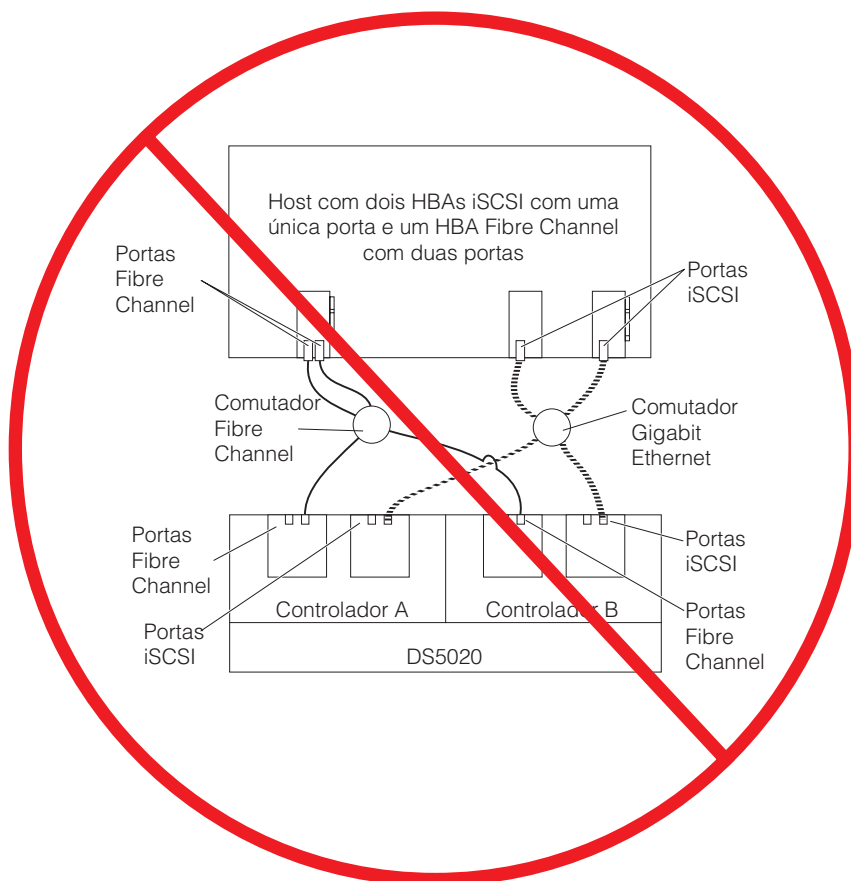

Figura 64. Exemplo de uma configuração incorreta: Um único host, iSCSI e Fibre Channel
- Exemplo de uma configuração incorreta: único host, iSCSI e Fibre Channel, como mostrado na Figura 64 na página 98
A Figura 64 mostra uma configuração incorreta de um único host com ambas as conexões iSCSI e Fibre Channel.
Importante: Não cabeie o subsistema de armazenamento e os sistemas host como mostrado na Figura 64. Um subsistema de armazenamento com a topologia de armazenamento incorreta pode parecer estar funcionando, mas o cabeamento incorreto pode ter resultados imprevisíveis em potencial.